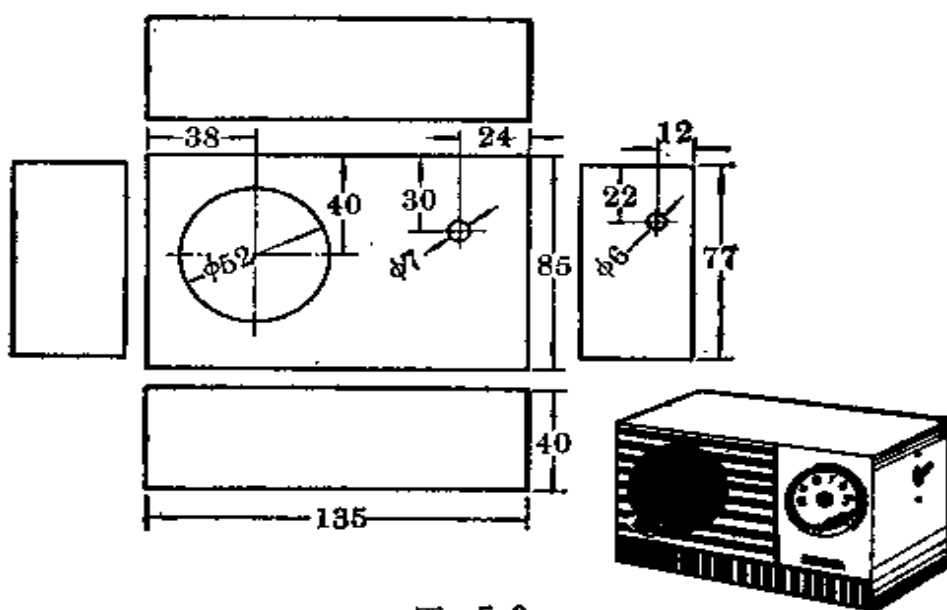

图 5-8
6. 机壳 自制机壳的尺寸要根据底板的大小确定。少年读者可以根据底板的尺寸和自己喜爱的样式设计。如果采用图 5-7 的底板,也可照图 5-8 的样式和尺寸制作,材料可用 4 毫米厚三夹板。电源开关装在机壳侧面。机壳做好后,为了美观起见,可将整个机壳涂上油漆或者贴上一层装饰板,面板最好能用喇叭布或金属网进行修饰。